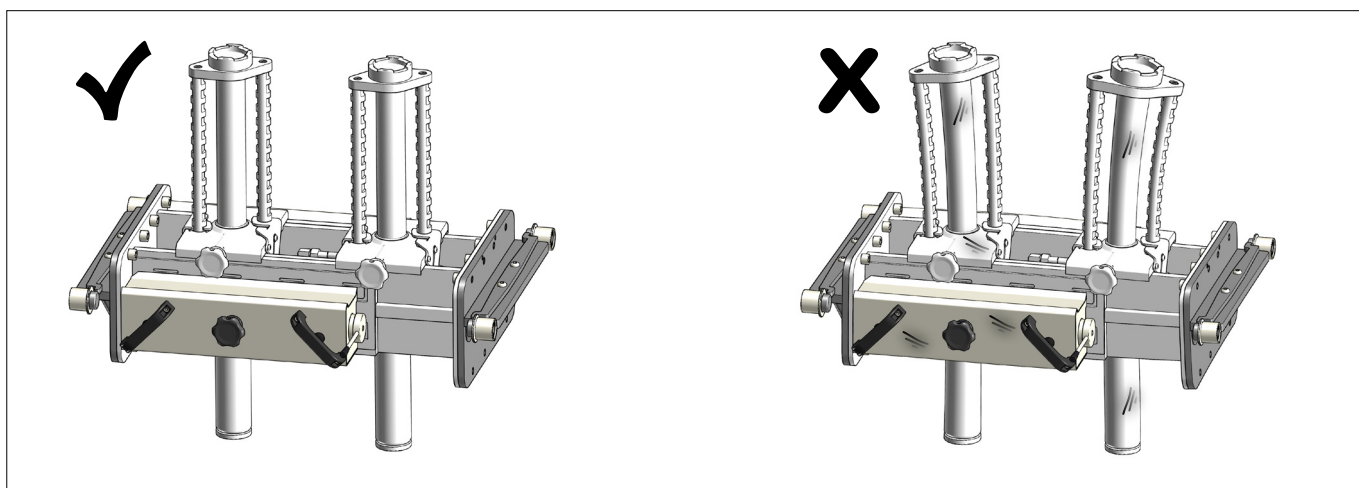

Fig.47
- Schäden (Fig.47) und ungewöhnliche Abnutzung
- Dommages (Fig.47) et usure
- Skader (Fig.47) og unormalt slid
- Damage (Fig.47), wear and tear
- Slitage (Fig.47)
- Vauriot (Fig.47) ja yleinen kuluminen
- Schade (Fig.47) en slijtage
- Daños (Fig.47) y desgaste
- Повреждений (Fig.47) и износа
- Danni (Fig.47) e usura